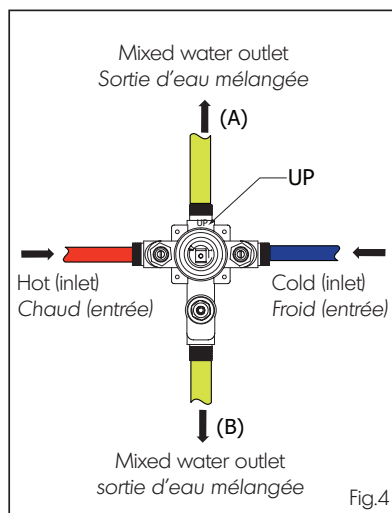

Fig.4
Connect the hot and cold water inlets and the mixed water outlets. The hot water inlet must always be connected on the left side of the valve and the cold water inlet on the right (Fig.4). **This valve is fitted with 2 mixed water outlets ( A and B).**
*Raccorder les tuyaux d'alimentation en eau chaude et froide de la valve ainsi que les sorties pour la distribution en eau mélangée. L'eau chaude doit toujours être raccordée à la gauche de la valve et l'eau froide à sa droite (Fig.4). **Cette valve possède 2 sorties (A et B) pour l'eau mélangée.***